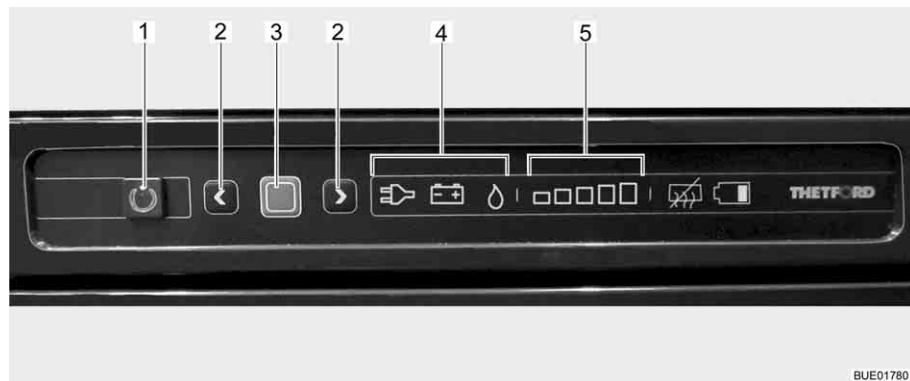

Fig. 133 Elementi di comando del frigorifero
La modalità di funzionamento attuale è indicata da un simbolo luminoso (Fig. 133,4) sulla centralina di controllo.
Dopo l'accensione il frigorifero seleziona automaticamente la regolazione del termostato selezionata per ultimo. Questa impostazione può essere modificata manualmente con i tasti freccia (Fig. 133,2). Le barre luminose dell'indicatore del livello di refrigerazione (Fig. 133,5) visualizzano la temperatura selezionata sul termostato. Con i tasti freccia viene regolata la temperatura di refrigerazione per tutti i tre tipi di energia. Ci vogliono alcune ore prima che il frigorifero raggiunga la temperatura normale di esercizio. Cambiando la modalità di funzionamento la regolazione del termostato non viene modificata. La temperatura di refrigerazione è indipendente dal tipo di energia utilizzata.
- Premere il tasto On/Off (Fig. 133,1) per 1 secondo. Il tasto (Fig. 133,1) si illumina di verde. Dopo circa 10 secondi, l'indicatore viene attenuato per risparmiare energia.
- Premere il tasto di conferma (Fig. 133,3). L'impostazione attuale della modalità di funzionamento viene visualizzata.
- Se non è impostata la modalità di funzionamento a gas: Per modificare l'impostazione, premere il tasto di conferma (Fig. 133,3) per circa 2 secondi.
- Selezionare la modalità di funzionamento a gas con i tasti freccia (Fig. 133,2). L'alimentazione del gas è ora aperta. L'accensione avviene automaticamente. È udibile un ticchettio fino a quando procedura di accensione non è stata portata a termine.
- Premere il tasto di conferma (Fig. 133,3) per circa 2 secondi.
- Premere nuovamente il tasto di conferma (Fig. 133,3). Il livello di refrigerazione attuale viene indicato dalle barre luminose (Fig. 133,5).
- Per modificare l'impostazione, premere i tasti freccia (Fig. 133,2) fino a visualizzare l'impostazione desiderata.
- Premere il tasto On/Off (Fig. 133,1) per circa 2 secondi. Tutte le spie si spengono. Il frigorifero è spento.
- Se non è impostata la modalità di funzionamento 230 V: Per modificare l'impostazione, premere il tasto di conferma (Fig. 133,3) per circa 2 secondi.
- Selezionare la modalità di funzionamento 230 V con i tasti freccia (Fig. 133,2).
- Se non è impostata la modalità di funzionamento 12 V: Per modificare l'impostazione, premere il tasto di conferma (Fig. 133,3) per circa 2 secondi.
- Selezionare la modalità di funzionamento 12 V con i tasti freccia (Fig. 133,2).